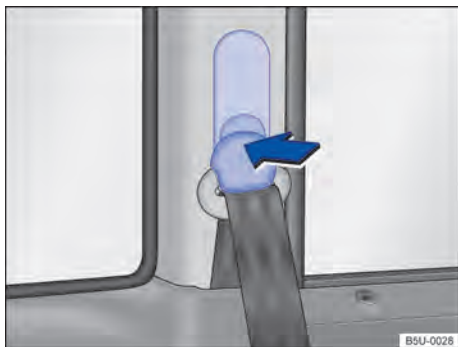

Fig. 62 Ao lado dos bancos: regulagem de altura do cinto de segurança.
- Pressionar o dispositivo regulador no sentido da seta e mantê-lo pressionado → Fig. 62.